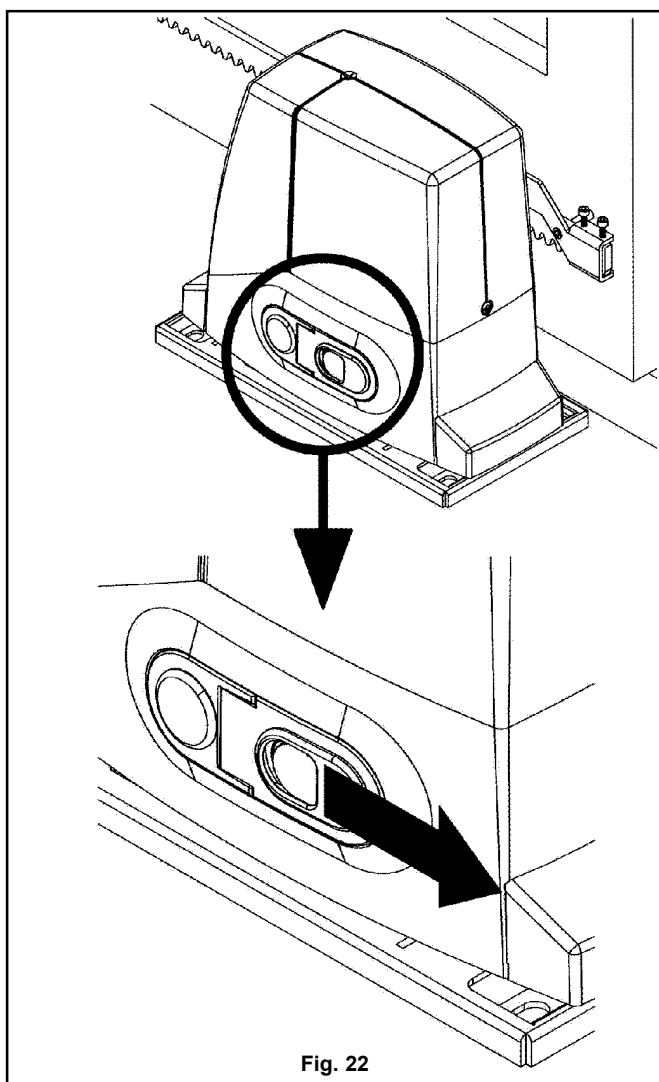

Fig. 22
- a) Far scorrere lateralmente il coperchietto di protezione della serratura (fig. 22).